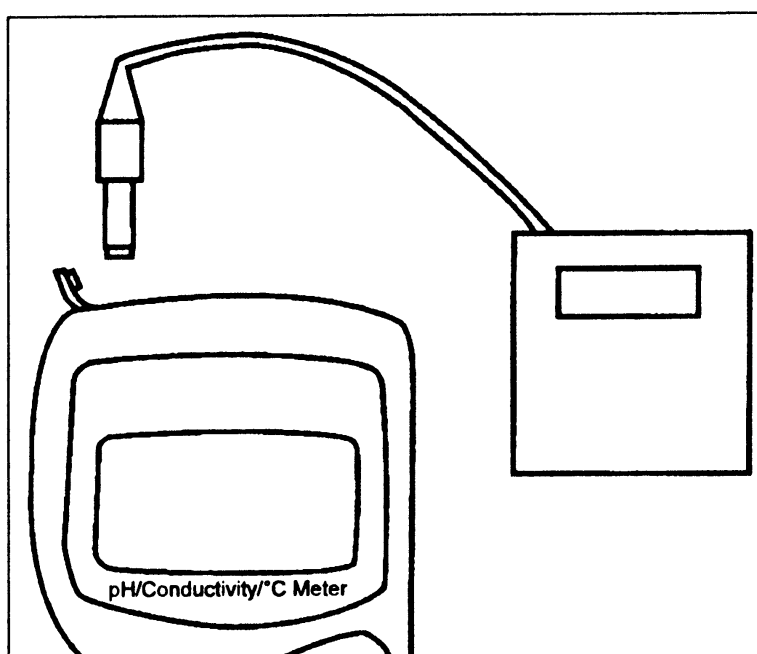

Figure 5 - Utilisation du transformateur CA
1. Insérer la fiche Jack comme montré dans la figure 5 ci-dessous.